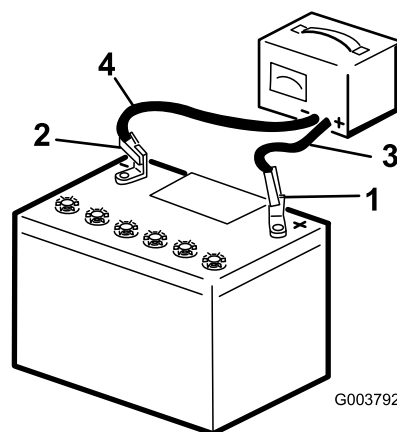

Рисунок 91
- Подсоедините отрицательный провод зарядного устройства к отрицательному штырю аккумуляторной батареи (Рисунок 91).
- После полной зарядки аккумулятора отсоедините зарядное устройство от источника электропитания и штырей аккумулятора (Рисунок 91).
- Подсоедините положительный провод зарядного устройства к положительному штырю аккумулятора (Рисунок 91).